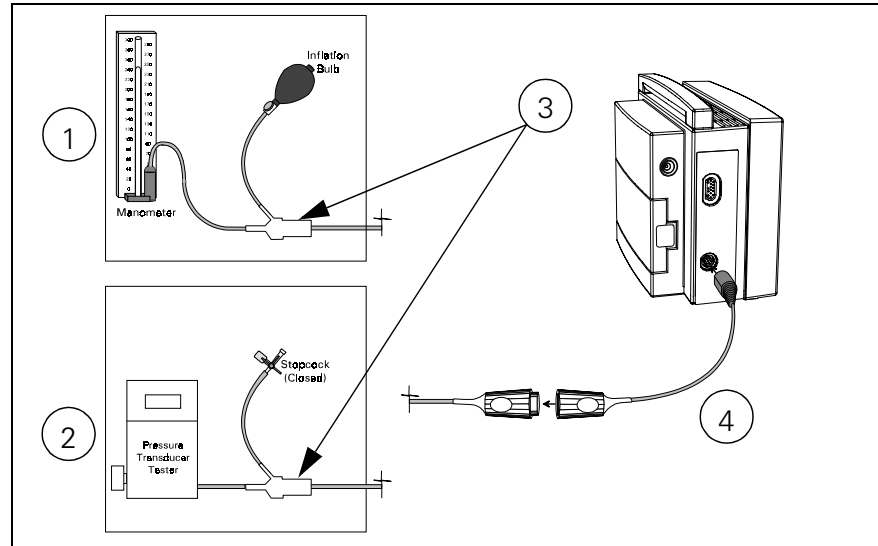

Abbildung 4-5 IBP-Kalibrierungsaufbau
- 1) Richten Sie den Monitor wie in Abbildung 4-5 auf Seite 96 ein, verwenden Sie entweder ein Manometer und einen Blasbalg ① oder